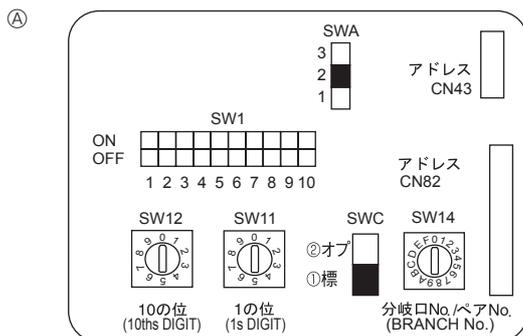

Fig. 6-4
6.5. Configuration des adresses (Fig. 6-4)
- ① Comment définir les adresses
6.6. Réglage des interrupteurs pour différentes hauteurs de plafond (Fig.6-4)
6.7. Détection de la température ambiante à l'aide du capteur intégré de la commande à distance (Fig.6-4)